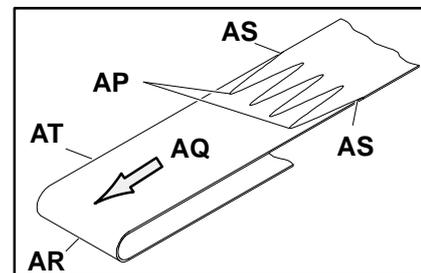

Figure 17: Détail du positionnement de la bande de remplacement
Orientez la bande de remplacement (AT de la figure 17) de manière à ce que les doigts de l'épaisseur de la bande (AP) s'orientent dans la direction défilement de la bande (AQ), vers le racleur de sécurité en dessous du convoyeur (AR), et que les doigts extérieurs (AS) soient positionnés comme indiqué.